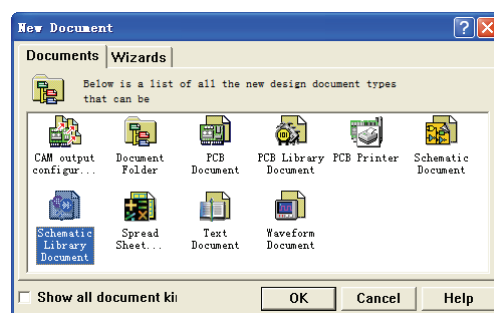

图 3-46 “New Document”对话框
(5) 执行“File”→“New”菜单命令，打开如图 3-46 所示的“New Document”对话框。